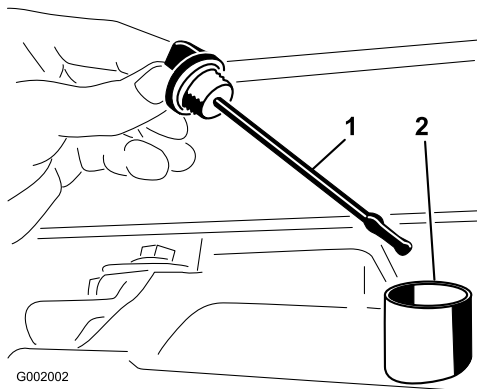

Figura 66
2. Retire a vareta da transmissão e limpe-a com um pano limpo (Figura 66).